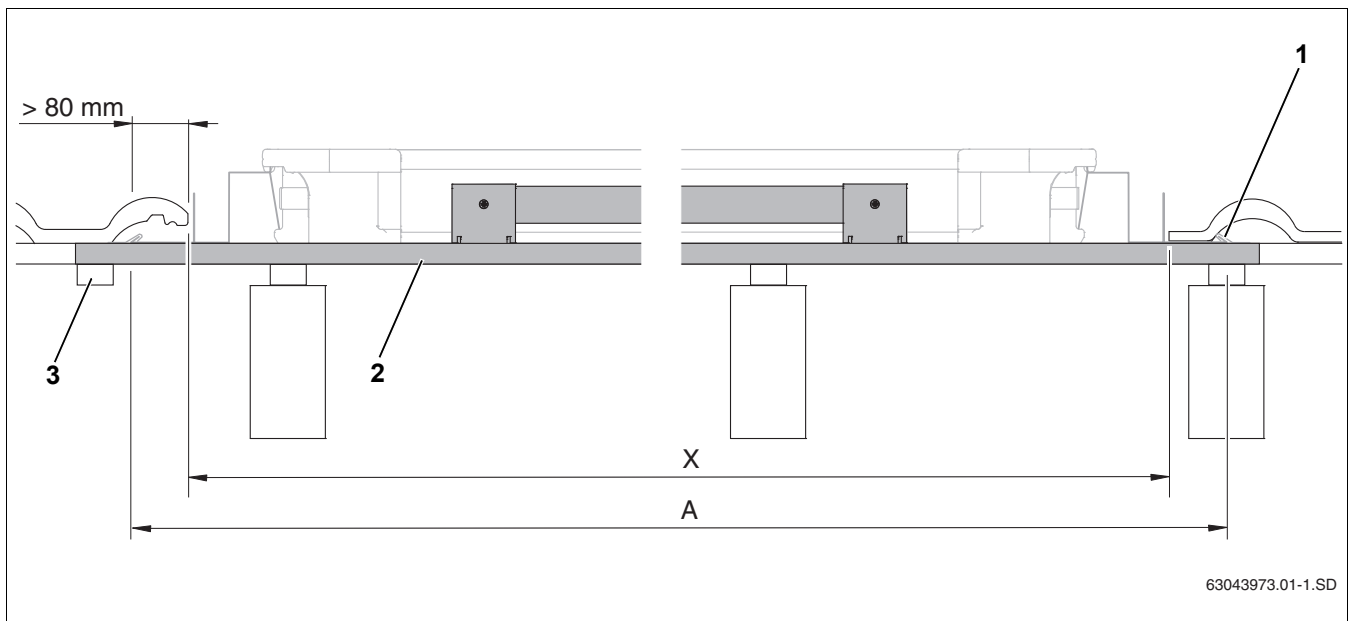

Рис. 9 Длина дополнительной обрешетки (здесь: первая рейка обрешетки внизу с креплением от сползания)
Минимальная длина дополнительной обрешетки (рис. 9, [2]) соответствует ширине поля коллекторов (Таб. 5, стр. 16, размер А) плюс примерно 10 см для боковых прижимов (рис. 9, [1]).
- ▶ Закрепите стыки обрешетки на стропилах или прочно соедините с имеющейся обрешеткой крыши (рис. 9, [3] и (рис. 13, [2])).